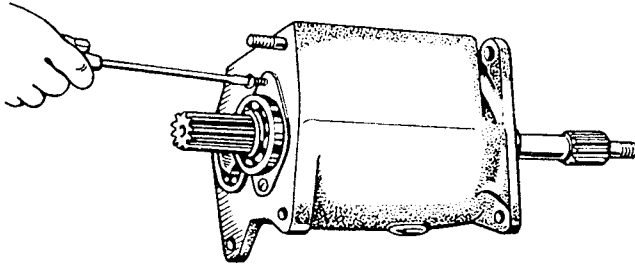

Bild 97. Absicherung des Hauptwellenlagers
8. Hinteres Lager der Hauptwelle durch zwei Platten mit Schrauben sichern (Bild 97).